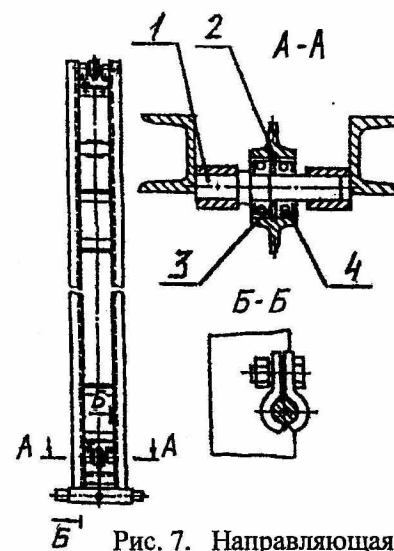

Рис. 7. Направляющая стойка
4.5. Направляющая стойка (рис. 7) состоит из двух швеллеров, внутренние стороны которых служат для перемещения каретки, и оснащена центратором для удобства проведения спуско-подъемных операций и бурения.